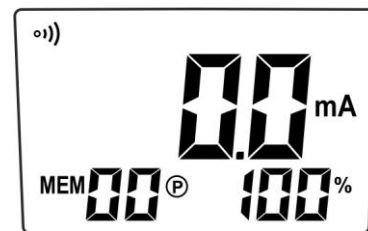

Fig. 24
2. El instrumento muestra el mensaje “**OL Ω**” en el visualizador, ya que se configura automáticamente para la medida de resistencia. Realice una breve pulsación de la tecla **▲▲** para entrar en el modo de medida de la corriente. Se muestra la pantalla de Fig. 24.